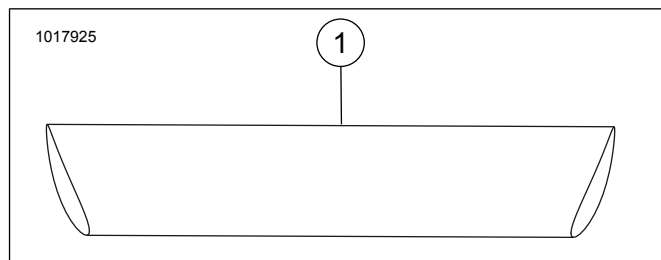
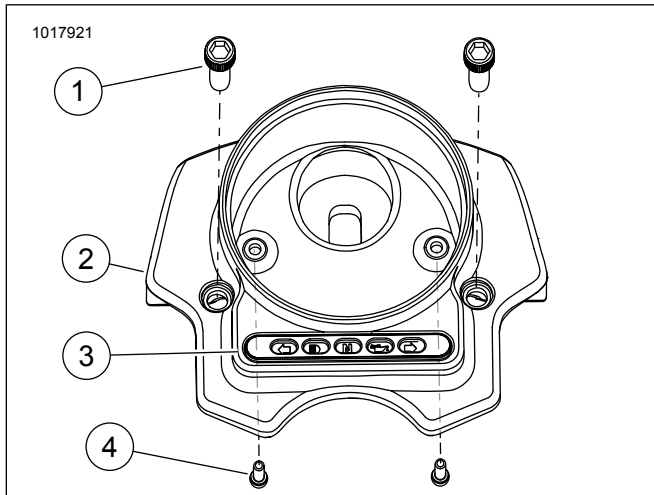
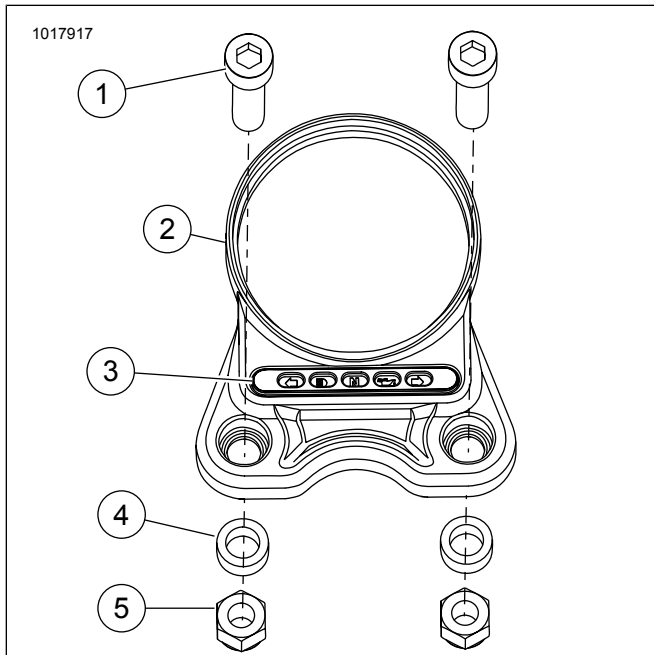

Figura 1. Piezas de servicio: XL1200X de 2014 y posteriores
Figura 2. Piezas de servicio: XL883N de 2014 y posteriores
Figura 3. Piezas de servicio: XL1200CX de 2016 y posteriores
Vea Figura 1, Figura 2, Figura 3 y Tabla 1, Tabla 2, Tabla 3.
1. Vea Figura 1. Coloque el enchufe de la abrazadera del manillar (1) en las abrazaderas inferiores del manillar.
4. Vea Figura 2. Traslade el conjunto de la luz indicadora original y el bisel **nuevo**.
- a. Quite el respaldo adhesivo del bisel (3) **nuevo**.
- b. Adhiera el bisel a la pieza de soporte del velocímetro (2) desde el interior.
5. Instale la caja con tornillos (1).
- c. Instale el velocímetro dentro de la nueva caja (2) usando juntas y tornillos originales. Vea el manual de servicio.
3. Vea Figura 3. Traslade el conjunto de la luz indicadora original y el bisel **nuevo**.
4. Instale el velocímetro dentro de la nueva caja (2) usando elementos de sujeción, juntas y contraplaca originales. Vea el manual de servicio.
6. Instale la caja y el conjunto del velocímetro con tornillos (1), espaciadores (4) y tuercas de seguridad (5).
- a. Coloque los espaciadores (4) entre la pieza de soporte superior de la horquilla y la pieza de soporte del velocímetro.